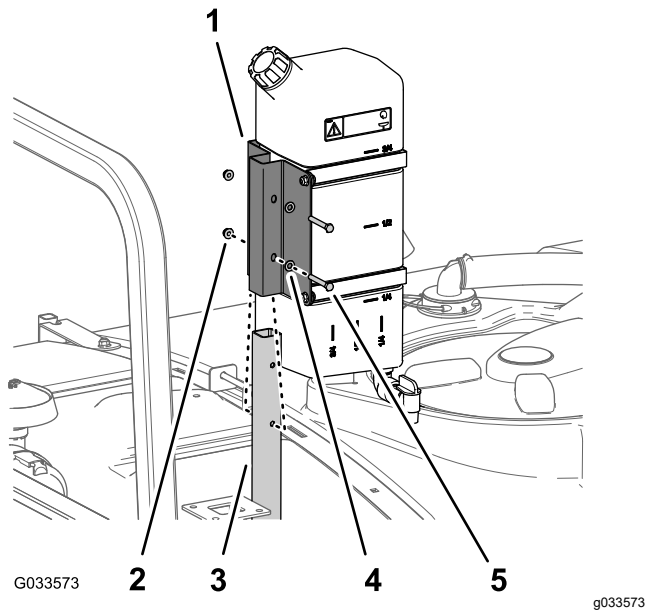

Figura 45
- 1. Monte o depósito de água limpa e instale no tubo de suporte com os dois parafusos (5/16 pol. x 2¼ pol.) e duas porcas de bloqueio flangeadas (5/16 pol.) como se mostra na Figura 45.